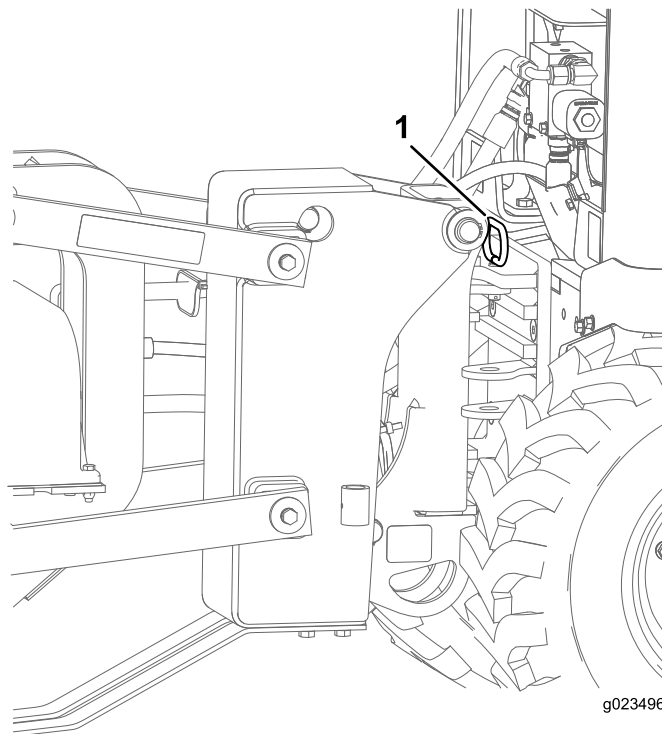

Figure 7
Remarque: Cela a pour effet de déplacer l'obstacle de côté ou permet à la lame de le contourner. Veillez à enlever la goupille de blocage d'orientation de l'enfouisseuse (Figure 7).
2. Lorsque la machine passe au-dessus du trou, arrêtez la vibration de l'enfouisseuse et insérez la goupille de blocage d'orientation (Figure 7).